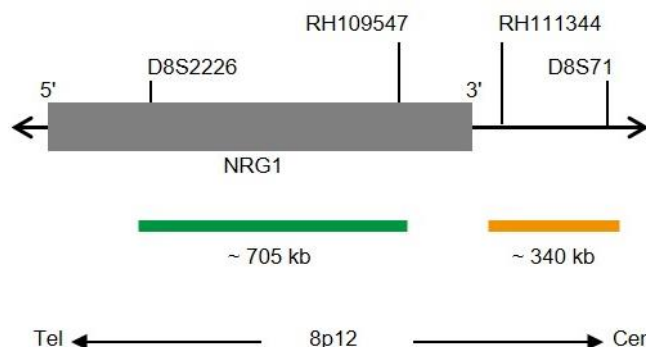

Fig. 1 : Carte de la sonde SPEC NRG1 (pas à l'échelle)
- Polynucléotides marqués au ZyGreen (excitation 503 nm/émission 528 nm) (~10 ng/μl), qui ciblent une séquence de 8p12\* (chr8:31,730,448-32,433,429) distale de la région des points de rupture de NRG1 (voir figure 1).
- Polynucléotides marqués au ZyOrange (excitation 547 nm/émission 572 nm) (~4,5 ng/μl), qui ciblent une séquence de 8p12\* (chr8:32,644,505-32,985,279) proximale de la région des points de rupture de NRG1 (voir figure 1).